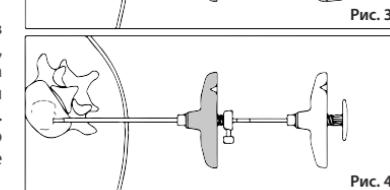

Рис. 4
РИС. 4 Выньте ручку (B) и вставьте толкатель (C). Аккуратно надавите на толкатель (C), контролируя поток цемента с помощью средств визуализации, пока он не коснется наконечника Люэра заполнителя (A), чтобы доставить весь объем цемента в заполнителе (A) (см. таблицу №1).